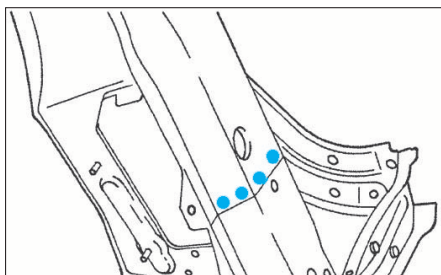

FIG. 12
- Souder à la pointeuse électrique (2).
- Souder le fourreau par points bouchons à l'arc sous gaz protecteur (Fig.12).